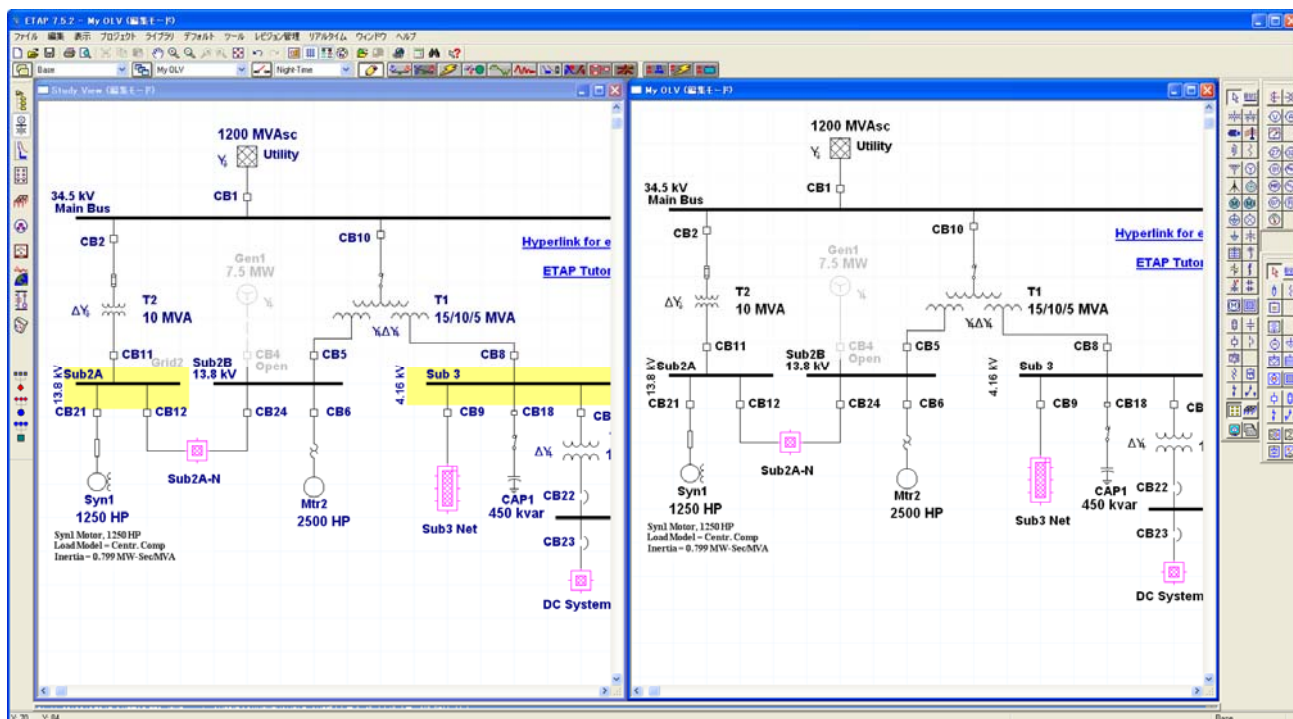

図 7：単線図 “Study View” と “My OLV”
(2) プレゼンテーション “Study View” と “My OLV” を並べて表示します。 図 7 参照